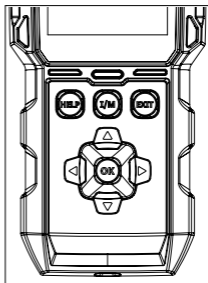

Figura 3.4.2
- Per eseguire la funzione Prontezza I/M, si può anche premere il pulsante di scelta rapida I/M. (Vedi Figura 3.4.2)